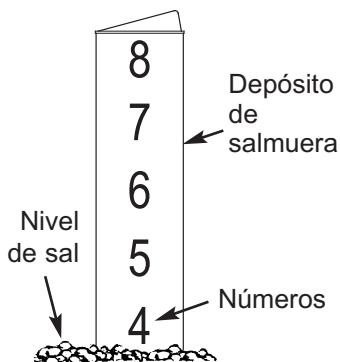

FIG. 24
- La escala de nivel de sal, en el depósito de salmuera dentro del tanque, tiene los números 0 a 8 (vea la Fig. 24). Fíjese en el número más alto en el que esté nivelada la sal, o al que esté más próxima.